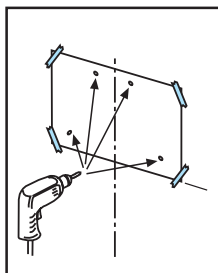

Bild 9a
- Wie auf der Radienschablone geschrieben , die Oese hereintun und zwei Schrauben in die oberen Loecher, Platz zwischen dem Kopf der Schraube und der Mauer zom zirka ein Centimeter lassen. **Bild 9a-b**